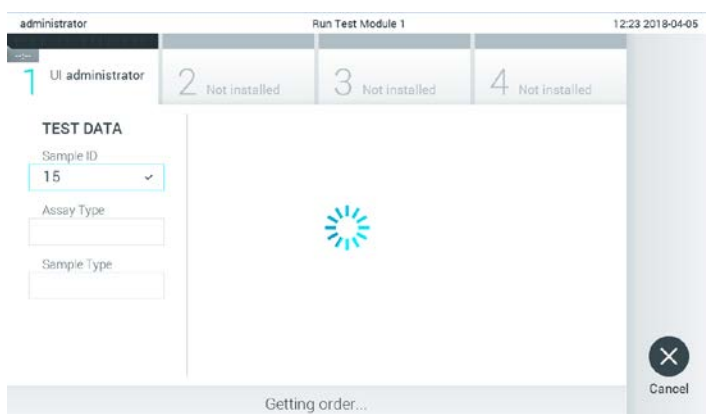

Figura 73. Visualización durante recuperación de una solicitud de prueba.
3. El identificador de muestra se enviará al host y, mientras el QIAstat-Dx Analyzer 1.0 espera una solicitud de prueba, aparecerá el mensaje "Getting order..." (Obteniendo solicitud; consulte la figura 73).